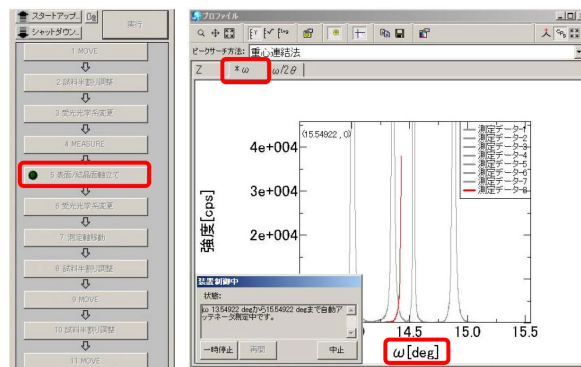

図 2.22. マクロで Si 111 方向軸立て実行中
$\phi$  の値を  $0.0^\circ$ ,  $-180.0^\circ$ ,  $90.0^\circ$ ,  $-90.0^\circ$  に設定して  $\omega$  スキャンを行うと図 2.22「プロファイルウィンドウ」にグレーで表示されているように異なる  $\omega$  の値でピークが見つかります。これは Si (111) 方向が  $\phi$  軸と一致していないためであり、この  $\omega$  のズレから試料台を支えるシーベルの  $R_X$ ,  $R_Y$  の値を調整して最終的に Si (111) 方向を  $\phi$  軸と一致させます。図 2.22「プロファイルウィンドウ」に赤でプロットされている X線強度プロファイルは  $R_X$ ,  $R_Y$  の微調整を行った後に測定しているもので、グレーで表示されたロッキングカーブのほぼ中心にあります。図 2.15[p.16]「[3] 調整回数」に 3 を設定してあるため、軸立ての操作は 3 回行われます。このことにより非常に精度の高い軸立てが行われます。